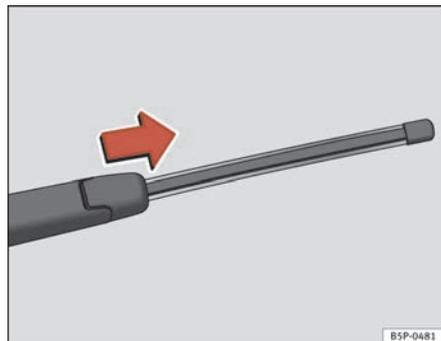

Fig. 179 Extraer la escobilla del limpiaventana
- Separe el brazo del limpiaventana de la luneta ⇒ fig. 179
- Deslice el adaptador de la escobilla en la dirección de la flecha y retire la escobilla ⇒ fig. 179.